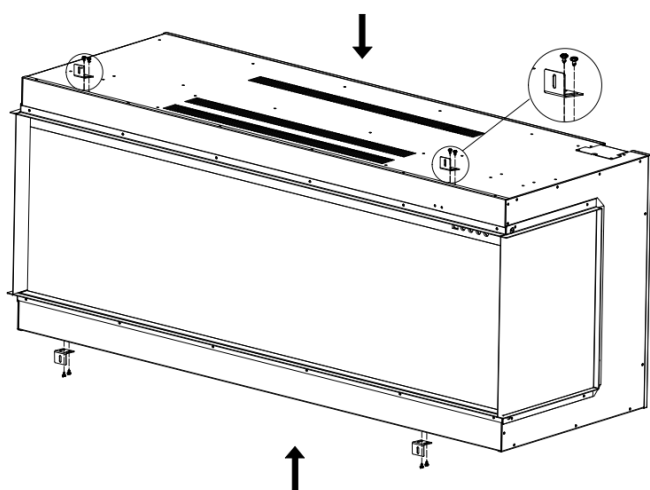

Fig.3-2
5. Bevestig de L-vormige beugels (I) met de schroeven uit de vorige stap. Fig.3-2